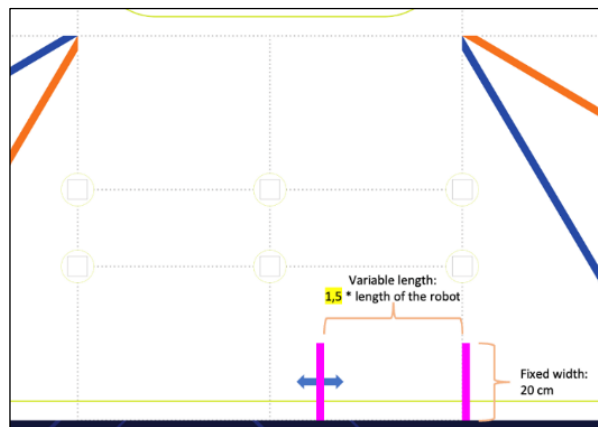

Bild 12: Position der magentafarbenen Wände bei der optionalen Zusatzaufgabe
- 7.11.2. **Die Position der rechten Wand** ist rechts neben der gestrichelten Außenlinie des geraden Abschnittes (s. Bild 12). Der **Abstand zwischen den Wänden** wird individuell, entsprechend der Länge des Roboters berechnet: $1,5 \times \text{Roboterlänge} = \text{Abstand der Wände}$. **Für diese Berechnung ist die Roboterlänge im Bereich unterhalb 10 cm Höhe (magentafarbene Wand) maßgeblich.**